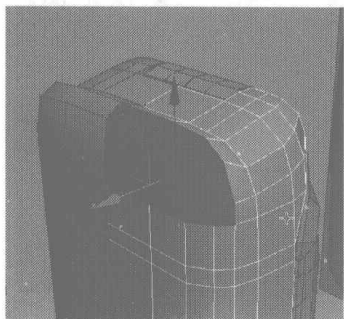
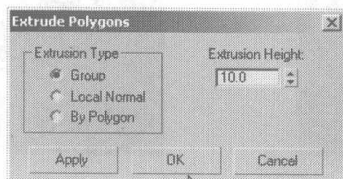
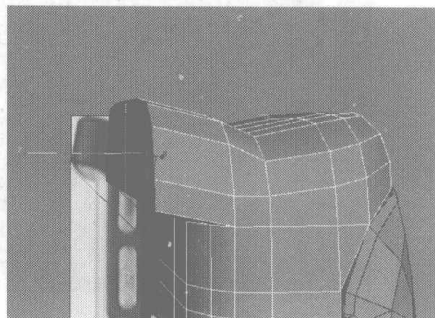

图 4.257
图 4.258
图 4.259
- 11** 选择如图 4.257 所示的面，在 Edit Polygons 卷展栏中单击 **Extrude** 右侧的小按钮，在弹出的对话框中设置挤压参数，如图 4.258 所示，再用缩放工具将该面平行缩放，如图 4.259 所示。